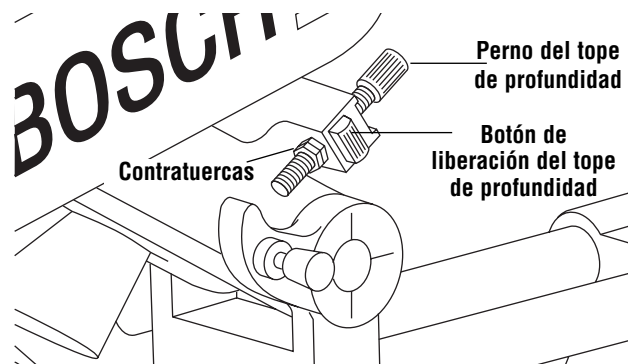

Figura 13. Ajuste de la profundidad
1. Afloje y gire las dos contratuercas hasta justo arriba del extremo roscado del perno de tope de profundidad (Figura 13).
tuerca llegue al fondo de su marco de soporte (Figura 13).